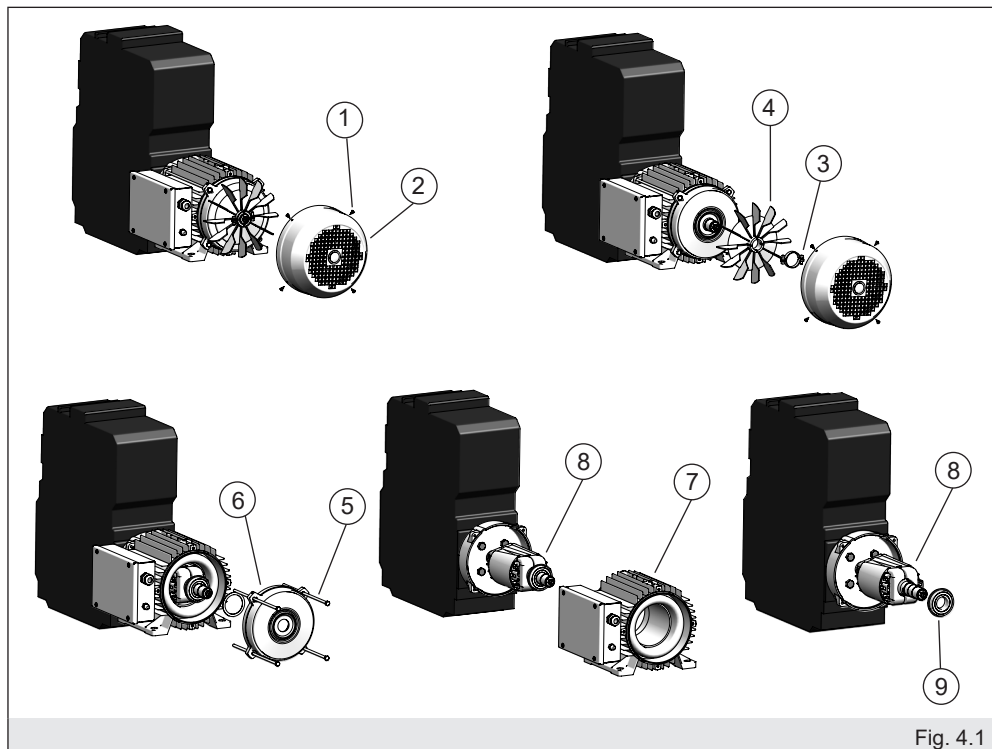

Fig. 4.1
- svitare le viti di fissaggio del copriventola (1 fig. 4.1) e disassemblare il copriventola (2 fig. 4.1) dal generatore.
- allentare le viti di serraggio della fascetta metallica (3 fig. 4.1)) e sfilarla dal mozzo della ventola (4). Sfilare la ventola (4) dall'albero del generatore.
- svitare i tiranti di fissaggio (5 fig. 4.1) e disassemblare lo scudo (6 fig. 4.1).
- Sfilare la cassa con statore (7 fig.4.1) prestando attenzione a non danneggiare il rotore (8 fig. 4.1).
- Estrarre il cuscinetto (9 fig. 4.1) dall'albero rotore (8 fig. 4.1) e sostituirlo. Si consiglia di utilizzare un'adeguata attrezzatura per l'estrazione del cuscinetto senza il danneggiamento dell'albero rotore.
- Unscrew fan clamping screws (1 fig. 4.1) and remove the fan cover (2 fig. 4.1) from the generator.
- unscrew fixing screws on the metallic clamp (3 fig. 4.1) and take off the metallic clamp (3 fig. 4.1) from the fan hub. Take off the fan (4 fig. 4.1) from the generator shaft.
- unscrew shield clamping screws (5 fig. 4.1) and remove the shield (6 fig. 4.1).
- unthread stator case (7 fig. 4.1) from rotor shaft (8 fig. 4.1) and pay attention to not damage stator or rotor winding.
- unthread the bearing (9 fig. 4.1) from rotor shaft (8 fig. 4.1) and replace it. The use of right equipment to disassemble bearing is recommended to not damage the rotor shaft.